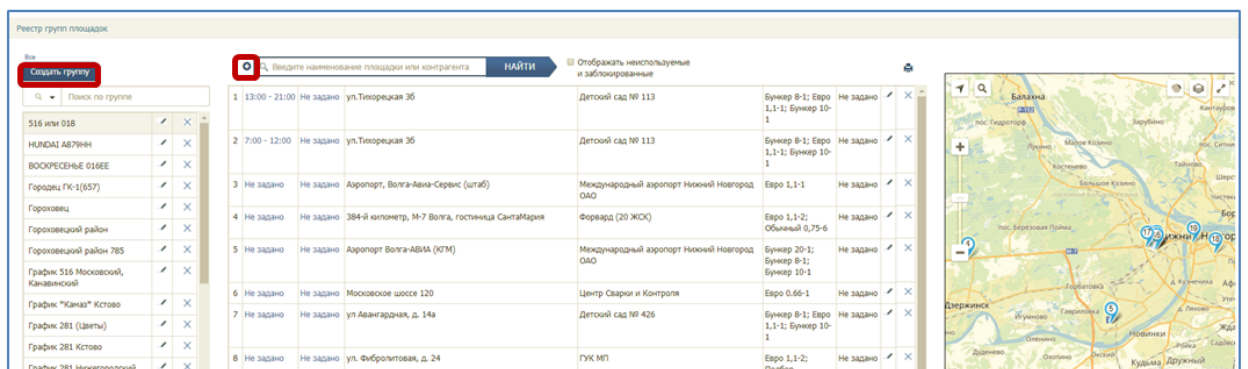

Рисунок 88. Добавление площадок в группу
**Добавить площадку** (Рисунок 88).